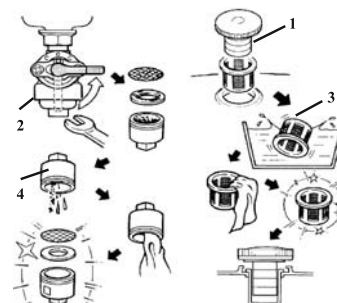

рис. 6
7.5.1 Снимите крышку бензобака 1 (рис. 6) и колпачок крана подачи бензина 2 (рис. 6), стараясь не повредить уплотнения. Слейте остатки
7.5.2 Удалите загрязнения с фильтров **3** и **4** (рис. 6) промыванием в лёгком растворителе (типа №646, Уайт-Спирит) и продувкой. Высушите фильтры и установите их на место.
7.7.2 Удалите или полностью выработайте имеющуюся в баке топливную смесь. Слив производите, сняв колпачок **2** (рис. 6) крана подачи топлива.